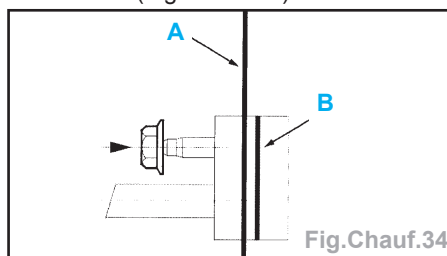

Fig.Chauf.34
- Déposer (Fig.Chauf.34) :
- le boîtier filtre à air (1),
- les vis de fixation de cassette de refroidissement (2),
- les agrafes (3),
- les vis (4) de fixation de calandre sur cassette de refroidissement,
- les écrous (5) de maintien de tuyau réfrigération.
Nota : lors de la repose des tuyaux de réfrigération, la face d'appui (A) de la bride devra être en appui sur la face d'appui (B) condenseur avant le serrage de l'écrou (Fig.Chauf.34).